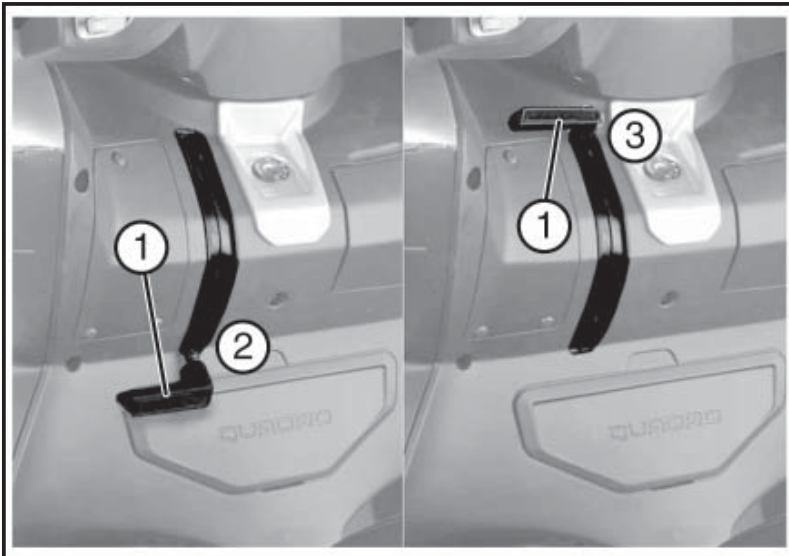

Abb. 02
4.14 HEBEL FESTSTELLBREMSE (Abb. 02)